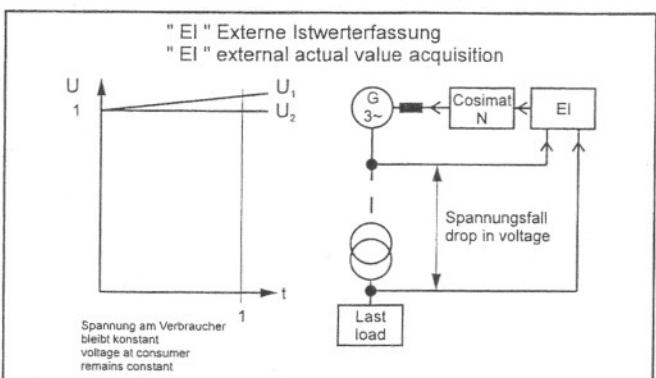

Рис.21 – Дополнительный блок EI
**(Рис.21 Дополнительный блок EI)**